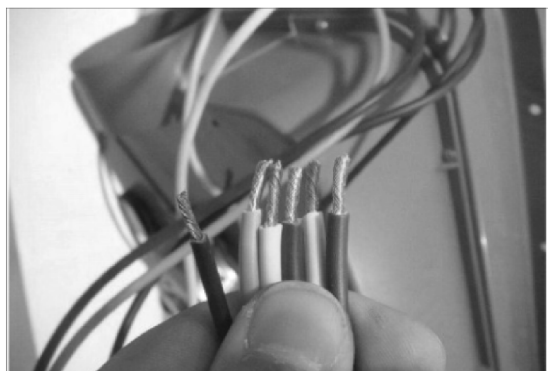

图 7-11 线缆剥削操作
3) 拉出预留的接线端，一般接线端需要留 1cm 左右，如果不够长，需要进行剥削操作，如图 7-11 所示。